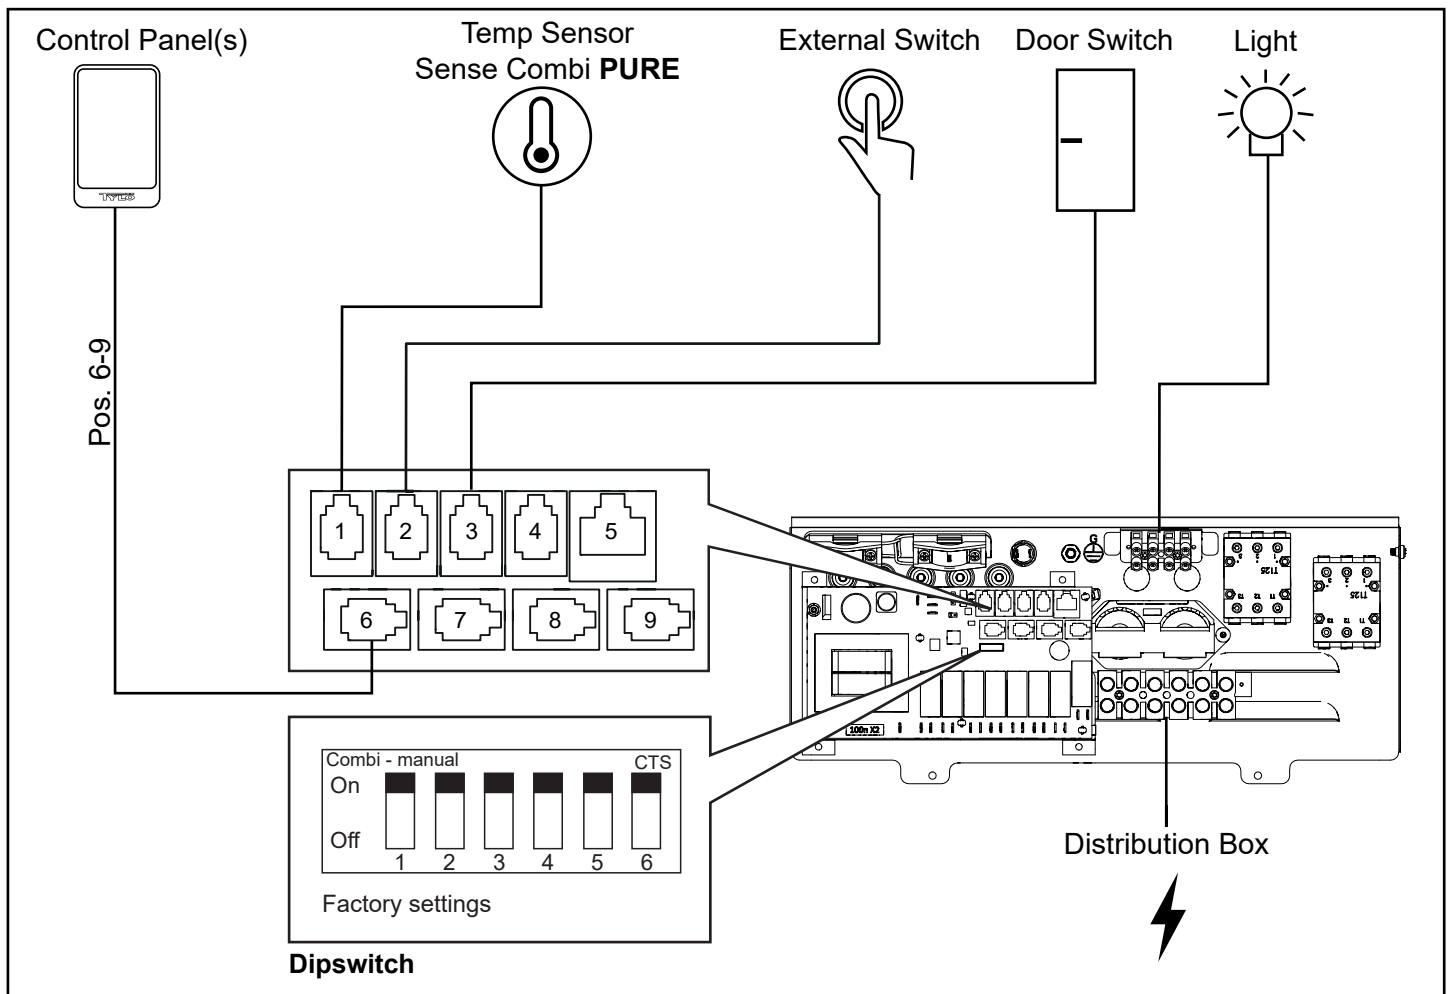

Рис. 20. Схема установки Sense Combi Pure
- Combi Pure:** Подключите кабель датчика к контакту NTC на монтажной плате (позиция 1) (см. Рисунок 20).